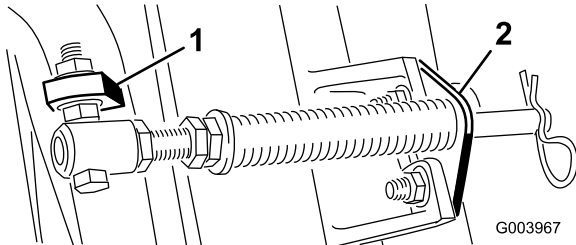

図 6
注 ボルトは、図 6 に示すように、頭部が外側にくるように取り付ける。
- D. カuttingユニットのタブにロッドブラケットを取り付け、キャリッジボルトとナットで固定する 図 6。